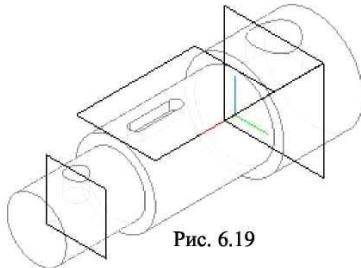

Рис. 6.19
6) Формируем отверстия, используя команду Вырезать вращением с параметрами: Способ построения - Сфериод, Тонкая стенка - Нет (рис. 6.19).